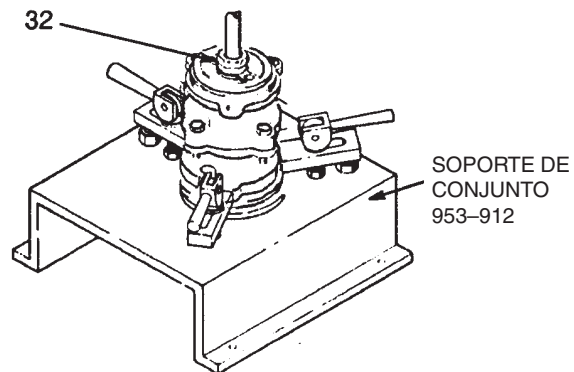

Fig. 7
1. Sujetar la bomba en posición vertical sobre el soporte accesorio 953-912, que debe ser fijado con pernos al suelo para su estabilidad. Fijar la bomba en su posición. Remitirse a la Fig. 7.
- a. Sujetar el primer rotor con una llave de tuercas 953-913 y utilizar una llave de precisión para aflojar la tuerca del rotor (32) una vuelta y media. Ver Fig. 7.